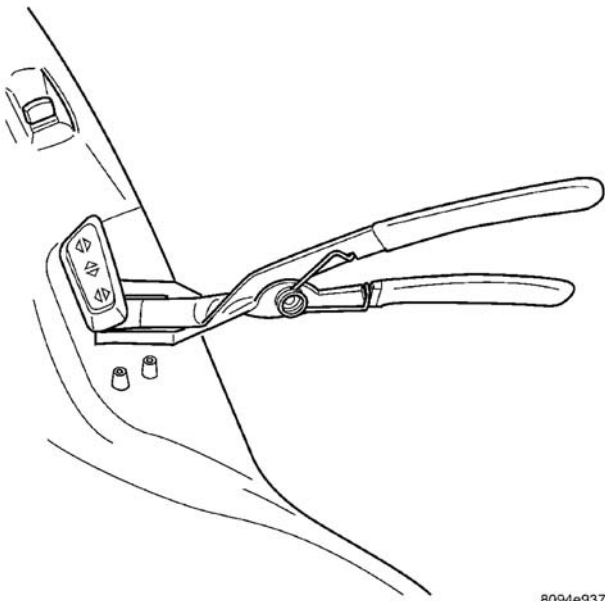

图 7 拆下开关控制按钮—典型
- （2）在配备有 8 路电动座椅系统的车型上，用一个螺钉拆卸器或其它合适的宽扁平头工具轻轻地从开关杆上撬下电动座椅和电动倾角调整器开关按钮（图7）。